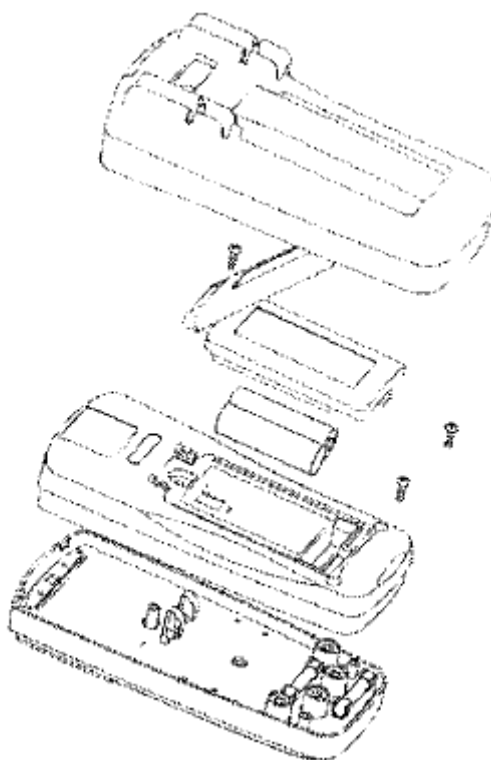

Fig. 14
B. Înlocuirea siguranțelor și a bateriilor (fig. 14)